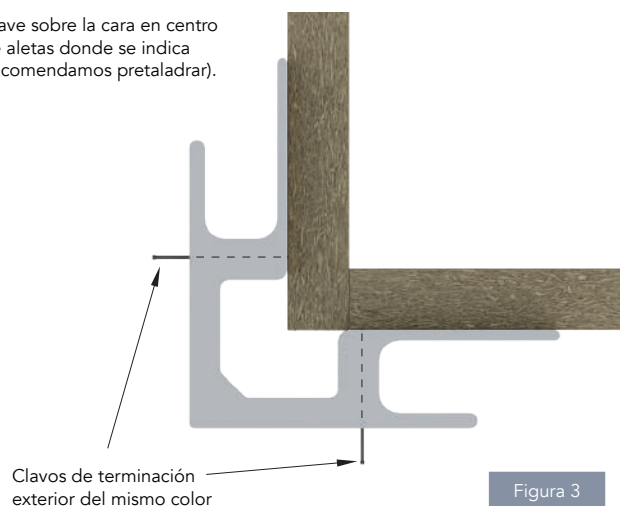

Figura 3
- Utilice clavos 8d o de terminación galvanizada de 3" (7,62 cm). Coloque los clavos con una separación de 8" a 12" (20,3 a 30,5 cm). Avellane los clavos 1/16" (1,59 mm) por debajo de la superficie del poste de esquina exterior. Los clavos deben penetrar el entablado estructural por lo menos 1" (2,54 cm) (Figura 3). Para ocultar los orificios de los clavos, utilice un sellador o epoxi. También es posible utilizar tornillos cortex y tapones.